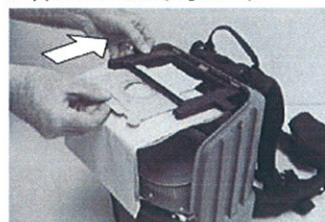

FIG. 2
2. Pour installer un nouveau sac, il vous suffit de faire glisser la plaque en carton du sac dans le cadre de support du sac (Figure 2).